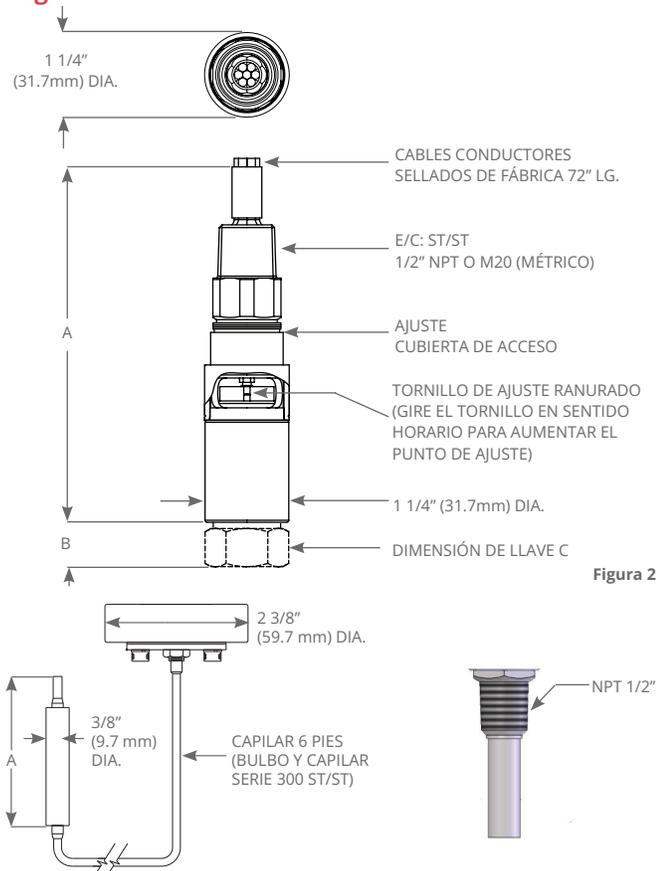

Figura 2
**UTILICE SIEMPRE UNA LLAVE EN EL MONTAJE LOCAL, VÁSTAGO DE INMERSIÓN HEXAGONAL (VEA LA FIGURA 2). NO APRIETE GIRANDO EL GABINETE YA QUE ESTO DAÑARÁ EL SENSOR Y DEBILITARÁ LAS UNIONES SOLDADAS.**
- 4 Inserte el destornillador en la ranura de ajuste y gírelo en sentido horario para aumentar el ajuste o en sentido antihorario para disminuir el ajuste. (Ver Figura 2)